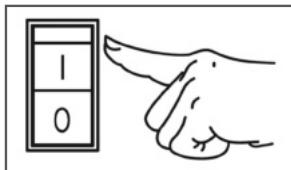

Рис. 13 Выключатель зажигания
4. Выключатель зажигания на панели управления переведите в положение «1» (Вкл.) (Рис. 13).